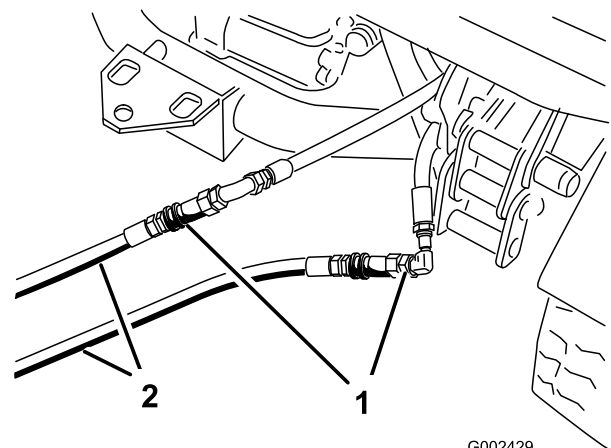

図 80
3. 故障しているワークマンのカップラ・ホースに、救援用ホースをつなぐ（図 80）。使用しないフィッティングにはキャップをかぶせておく。